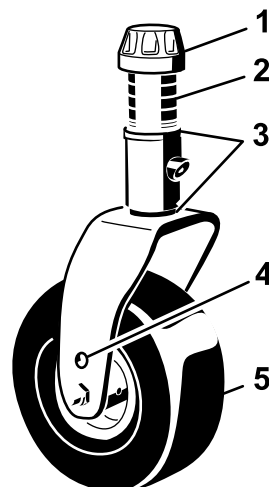
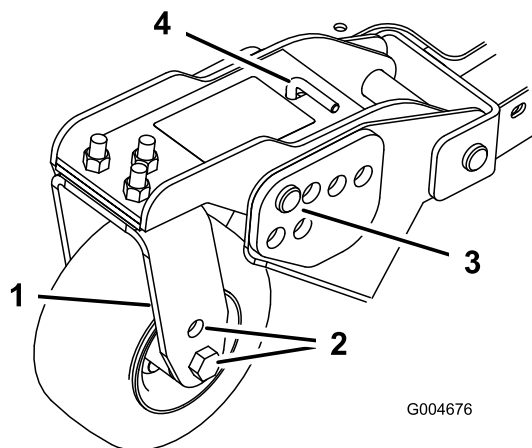
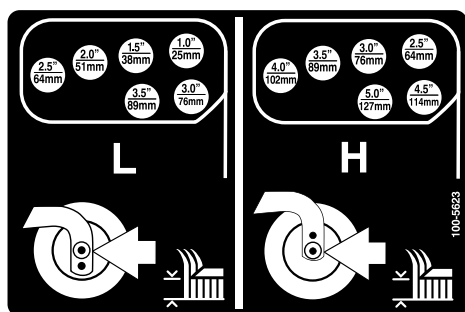

Figura 19
Figura 21
Figura 22
1. Coloque os eixos da roda giratória nos mesmos orifícios em todas as forquilhas da roda giratória (Figura 19 e Figura 21).
2. Retire a tampa de tensionamento do eixo roscado e desloque o fuso para fora do braço da roda giratória (Figura 19).
6. Retire o contrapino tipo grampo e os pinos de segurança dos braços articulados da roda giratória (Figura 21).
7. Rode a barra tensora para levantar ou descer o braço articulado, até os orifícios se encontrarem alinhados com os orifícios da altura de corte desejados, na estrutura da plataforma do cortador (Figura 21 e Figura 22).